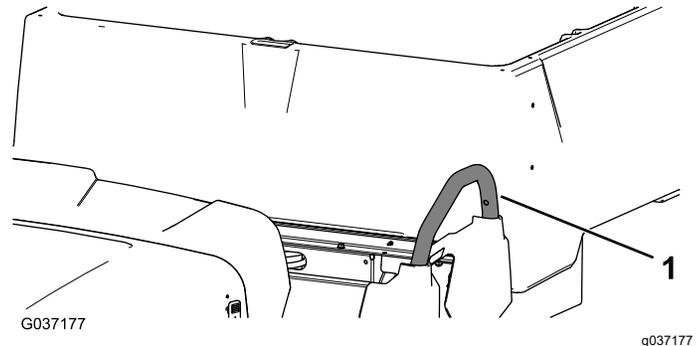

Bild 9
- Entfernen Sie die drei Schrauben und drei Muttern, mit denen der linke Haltegriff befestigt ist (**Bild 9**) und entfernen Sie diesen.
8. Montieren Sie den zuvor entfernten linken Haltegriff mit den drei Schrauben und drei Muttern (Bild 9).